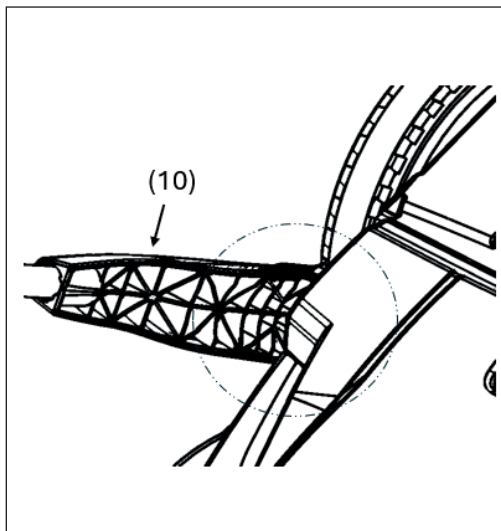

Bild 9: Montera ned skjutbygeln
1. Flytta tryckstangen så att stangen i handtagsbeslaget (10) är i linje med kanten på locket (Bild 9). I detta läge är spärren i handtagsbeslaget i linje med spåret i ramen och handtagsbeslaget kan tas bort med ett lätt tryck utåt.